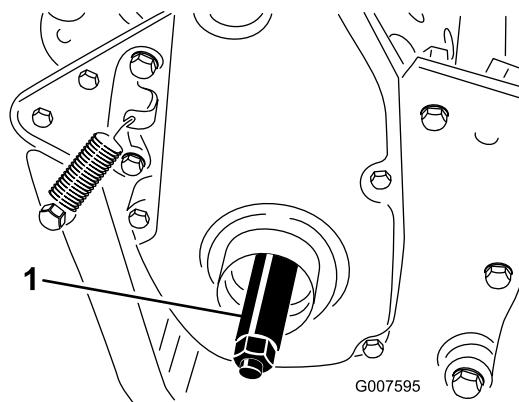

Figura 9
3. Inserite l'albero della ruota destra nella puleggia motrice sul lato destro della macchina (Figura 9).